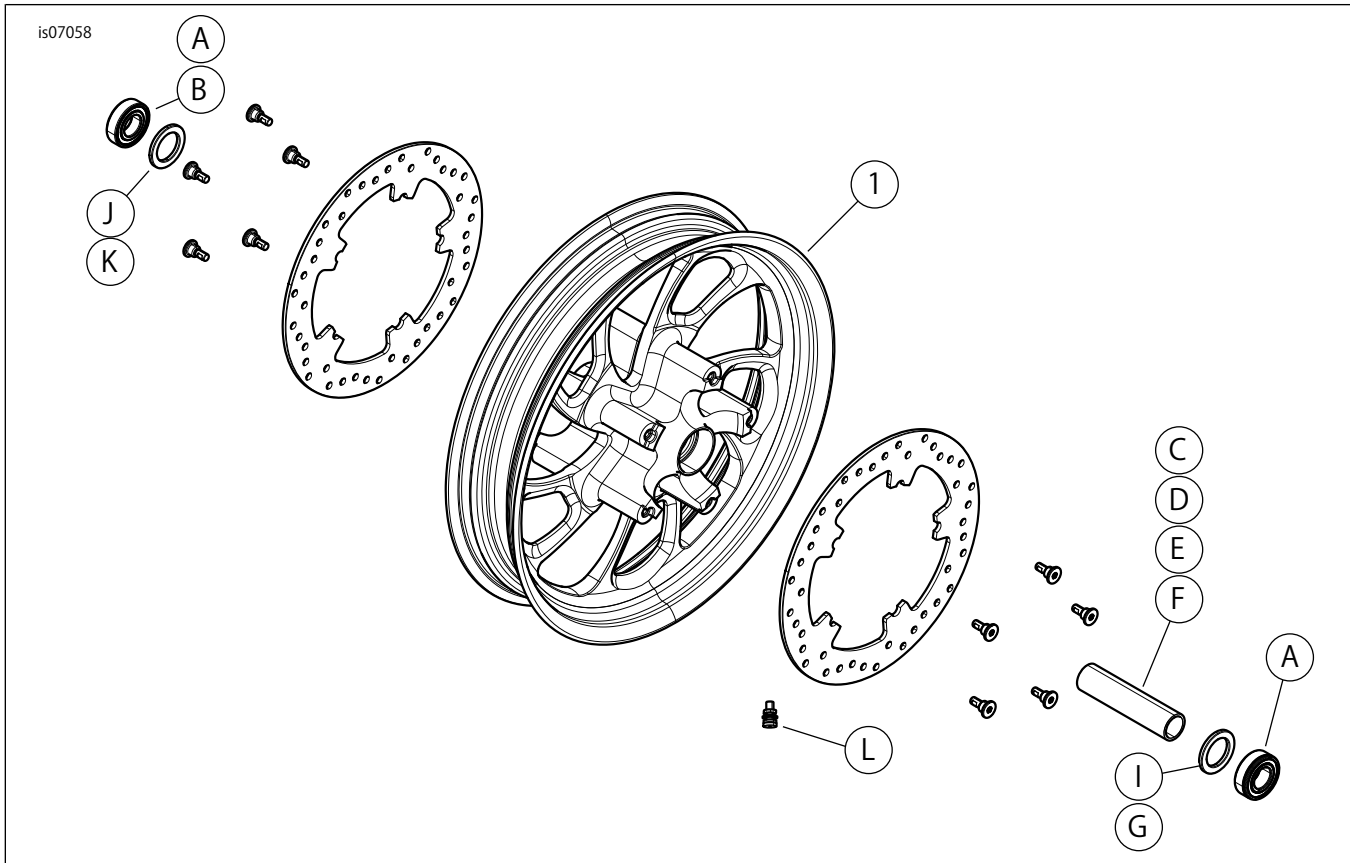

図1。交換用パーツ: ブレードフロントホイールキット
2. 「図1」を参照してください。ホイールにバルブシステムアッセンブリー(L)を取り付けます。サービスマニュアルの「タイヤ」を参照してください。